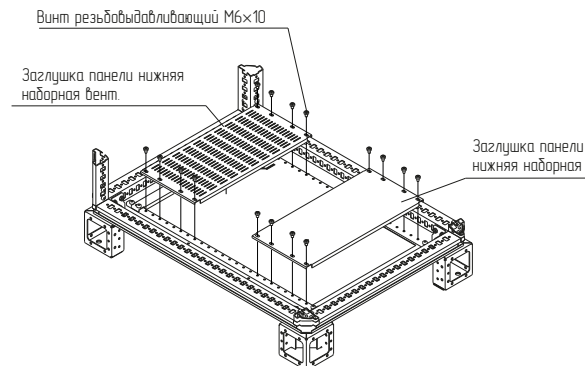

Рисунок 3
4.1.2 Установить заглушку панели нижней сборной на траверсы сборной панели нижней и закрепить винтами М6×10 (рисунок 3). Момент затяжки – 7 Н·м.